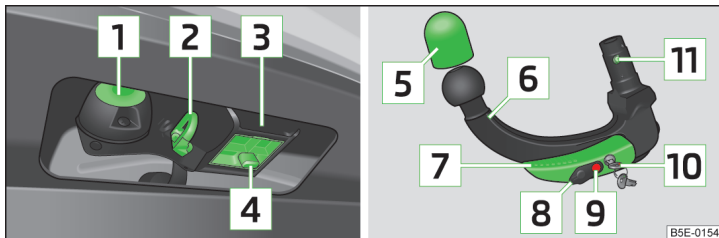

Abb. 153 Träger der Anhängervorrichtung / Kugelstange
**Bildbeschreibung** » Abb. 153
- Die Kappe **4** » Abb. 153 auf Seite 170 nach unten abziehen.
- Die Abdeckkappe **4** » Abb. 153 auf Seite 170 auf den Aufnahmeschacht stecken.